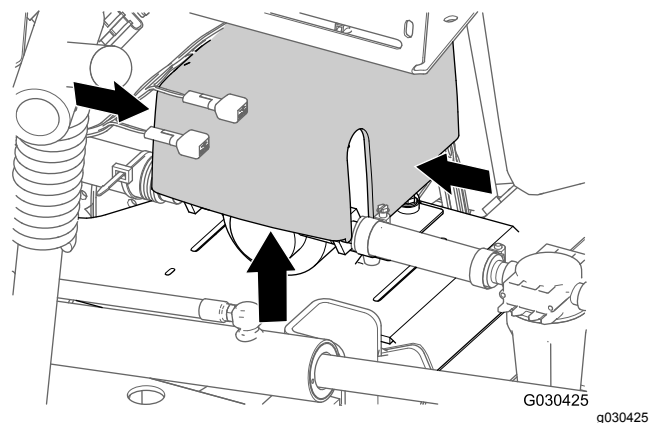

Рисунок 13
- В задней части машины сожмите с обеих сторон крышку промывочного насоса и поднимите крышку вверх, чтобы высвободить выступы крышки из пазов в посадочной плите, затем снимите крышку с машины (Рисунок 13).